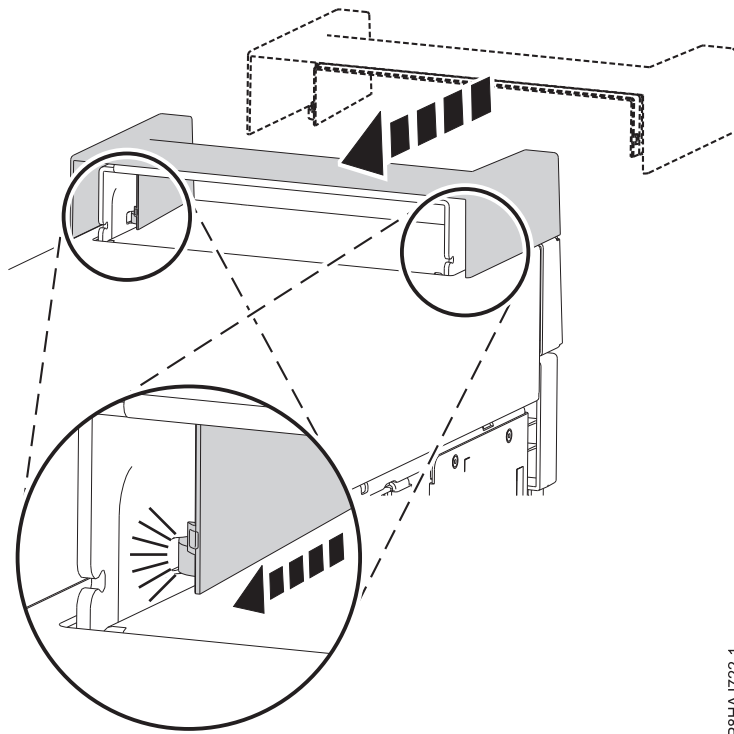

Figura 35. Fijación de la tapa de asa en un sistema 8286-41A autónomo
1. Fije la tapa de asa en la estación de acoplamiento RDX interna (FC EUA3) deslizando hacia la parte posterior del sistema. Consulte la Figura 35.